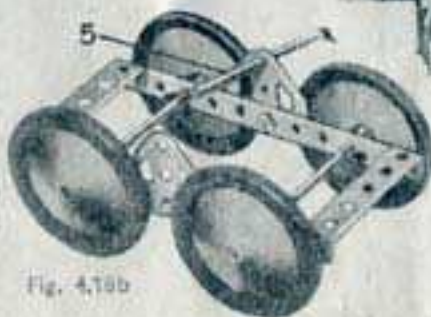

Fig. 4.18b
La Fig. 4.18b montre la construction du bogie arrière. Ce dernier est fixé au camion au moyen d'une Tringle 5 qui passe à travers les trous des Bandes de 3 cm. (6) et à travers les trous supérieurs des Embases triangulaires plates boulonnées au bogie. La Tringle est fixée au moyen de Clavettes.